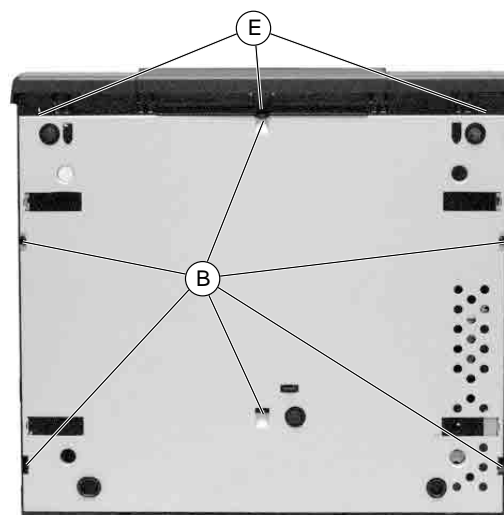
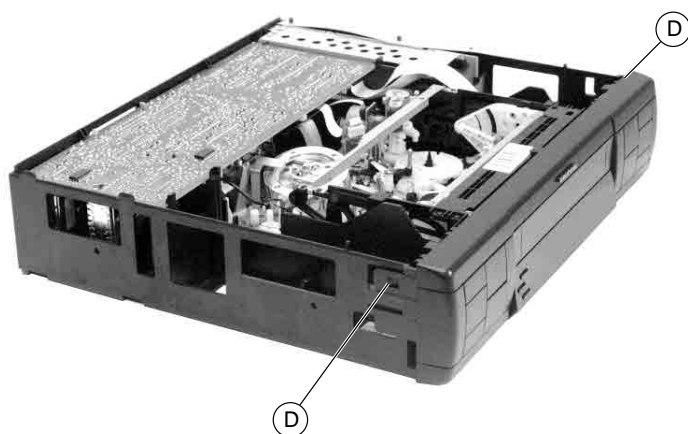

Fig. 2
Fig. 3
- Décrocher les ergots (B) (Fig. 2) et retirer le blindage du fond.
- Décrocher les ergots (D) (Fig. 3) ainsi que les ergots (E) (Fig. 2) et retirer la façade.
- Release the locking lugs (B) (Fig. 2) and remove the bottom panel.
- Release the locking catches (D) (Fig. 3) and catches (E) (Fig. 2) and remove the front panel.